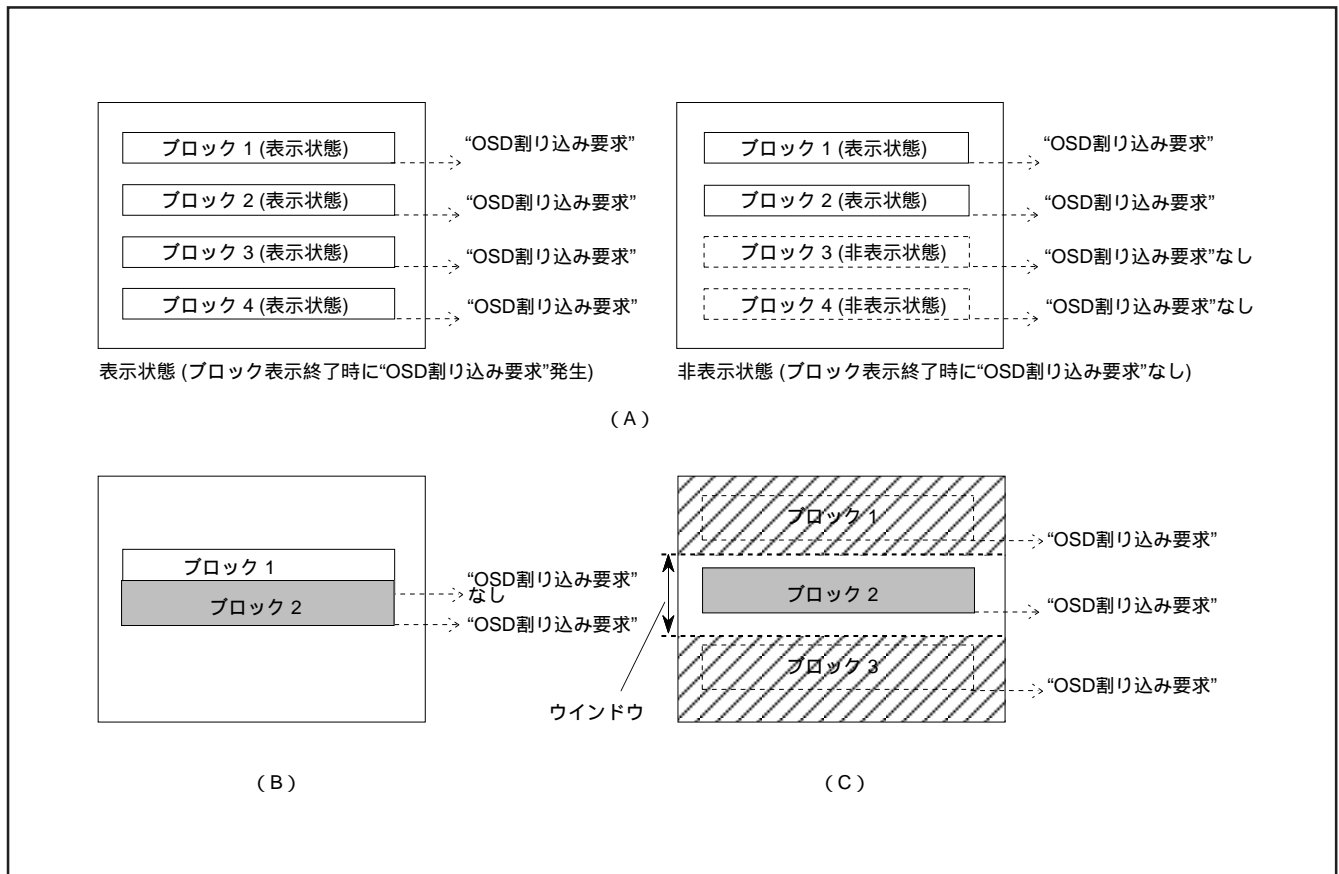

図 12.11.36 OSD 割り込み発生 の注意点
- 注1. ブロック表示終了時に発生する“OSD割り込み要求”は、ブロックを表示していない場合は発生しません。つまり、ブロックコントロールレジスタi(00D0₁₆ ~ 00DF₁₆番地)の表示制御ビットの設定によってブロックの表示がオフ(非表示)状態であれば、“OSD割り込み要求”は発生しません(図12.11.36のA参照)。
2. 1つのブロック表示中に他のブロックの表示開始位置がきた場合は、割り込み要求は途中から表示したブロックの表示終了時に1回だけ発生します(図12.11.36のB参照)。
3. ウィンドウを設定した画面で、ウィンドウ外にあるブロック(表示OFF)が表示終了した時点でも“OSD割り込み要求”は発生します(図12.11.36のC参照)。